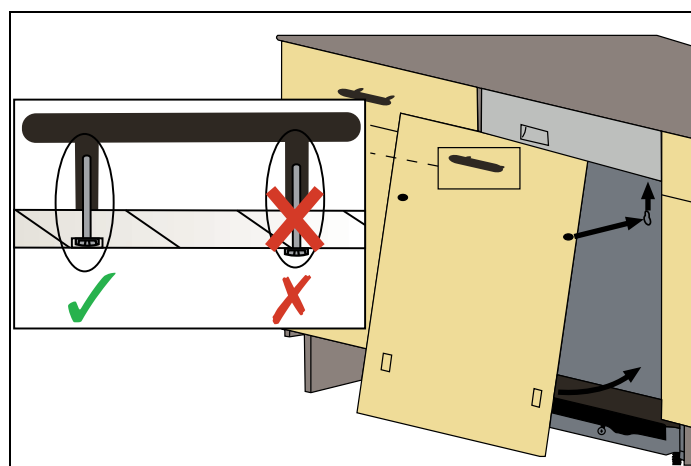

Fig. 26
- 5) Avant de monter la porte en bois sur le lave-vaisselle, installez la poignée sur la porte en bois comme illustré dans la Fig. 26 .